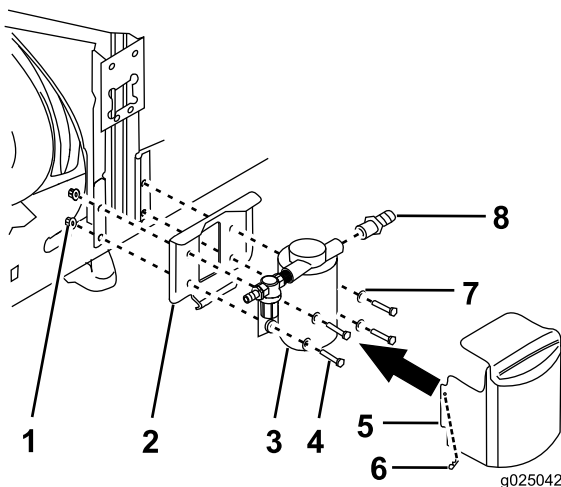

Figure 13
7. Fixez la pompe au cadre au moyen du support de montage et des 4 boulons, des 4 écrous à embase Whiz et des 4 rondelles (Figure 13).